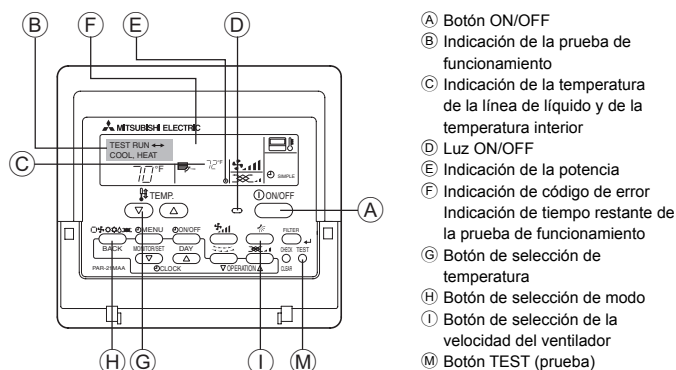

Fig. 7-1
7.2.1. Al usar el controlador remoto cableado (Fig. 7-1)
- ① Encienda el aparato por lo menos 12 horas antes de llevar a cabo la prueba de funcionamiento
- ② Pulse el botón de prueba de funcionamiento [TEST] (PRUEBA) dos veces.
- ③ Pulse el botón de selección de modo [Mode selection] (Modo). ➡ Compruebe que sale aire.
- ④ Pulse el botón de selección de modo [Mode selection] (Modo) y cambie al modo de refrigeración (o calefacción).
- ⑤ Pulse el botón de velocidad del aire [Fan speed] (Velocidad del aire). ➡ Compruebe que cambia la velocidad del aire.
- ⑥ Compruebe el funcionamiento del ventilador de la unidad exterior.
- ⑦ Desactive la prueba de funcionamiento pulsando el botón de activación/desactivación [ON/OFF] (ACTIVAR/DESACTIVAR). ➡ Parar
- ⑧ Registre un número de teléfono.